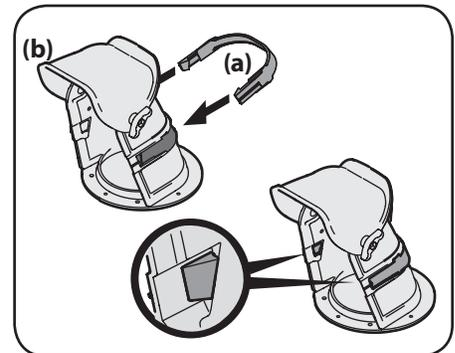

Figure 2-9
1. Placez le bouchon de la goulotte (a) sur la goulotte (b). Voir Figure 2-9. Assurez-vous que le bouchon est placé dans la rainure sur la goulotte et que les pattes sont enclenchées.